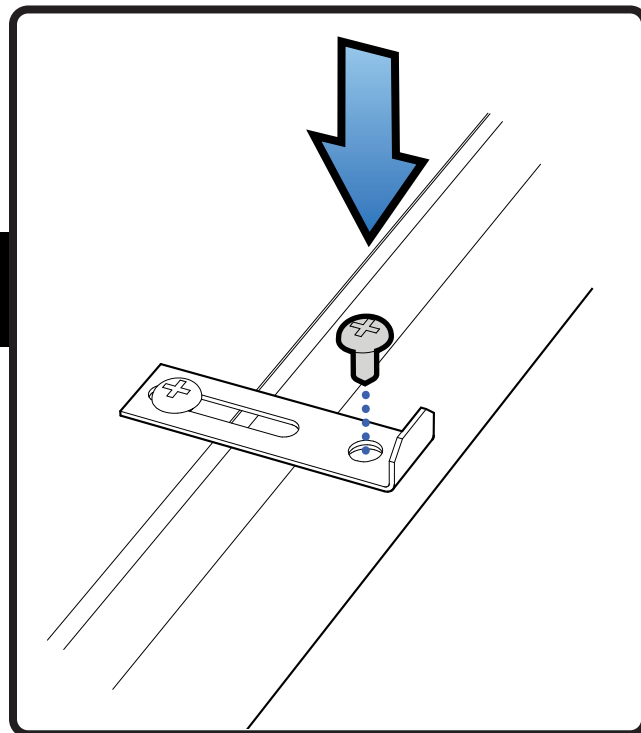

Fig. 12
1. Løsn skruen på ventilatordøren (se Fig. 12).